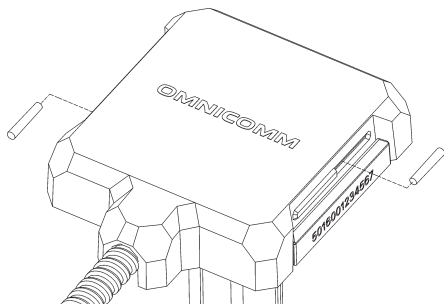

Рисунок 6. Установка кожуха-пломбы
- Установите в пазы кожуха-пломбы штифты и задвиньте до упора (Рисунок 6)